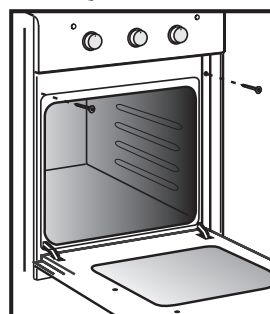

Рис.14
- Духовка устанавливается на дно ниши и закрепляется спереди винтами с шайбами (рис.14), прилагаемыми в комплекте.